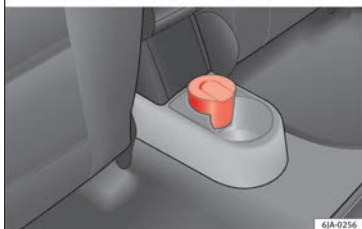

Bild 153 Mittkonsol: främre askkopp/bakre askkopp
- Ta bort askkoppen » **bild 153** genom att dra den uppåt.